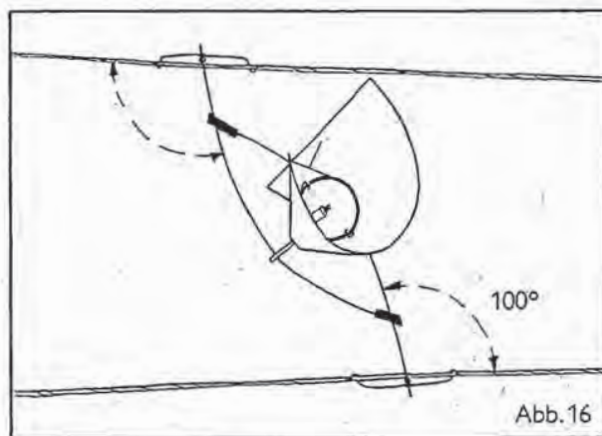

Abb. 16
1. Die fertig montierten Elemente werden am unteren Seil und wahlweise an einem der oberen Seile befestigt. Legen Sie das Element so an die gewünschte Seilverbindung, daß die Enden der Drahtbügel senkrecht (etwa  $100^\circ$ ) zu den Seilen liegen, die Haltefedern etwa parallel zu den Seilen. Nur in dieser Position können die beiden Haltefedern an den Seilen befestigt werden (Abb. 16).